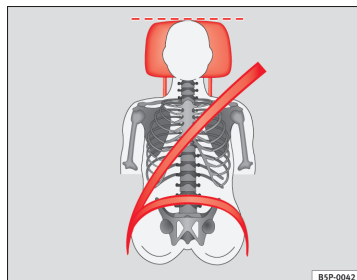
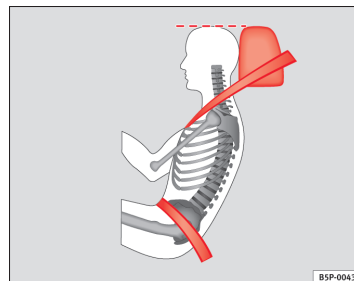

Fig. 87 Set forfra: korrekt indstillet hovedstøtte og korrekt placering af selen
Fig. 88 Set fra siden: korrekt indstillet hovedstøtte og korrekt placering af selen
- Indstil hovedstøtterne, således at hovedstøttens øverste kant er på højde med den øverste del af dit hoved, dog mindst i øjenhøjde ⇒ Fig. 87 og ⇒ Fig. 88.